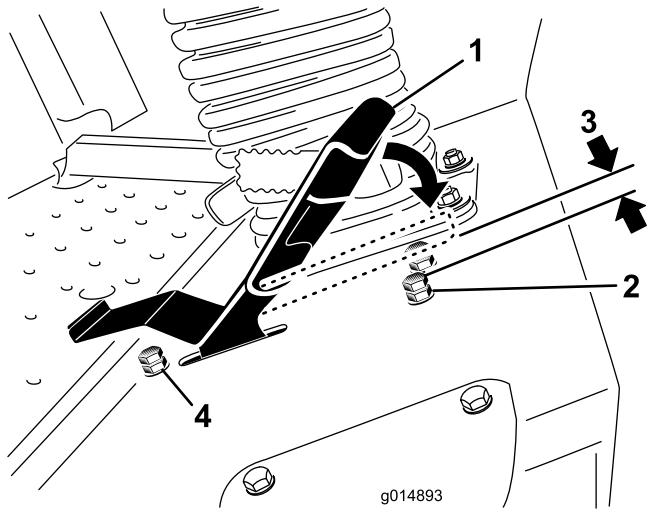

図 39
3. 走行ペダルのストップボルトについているジャムナットをゆるめる (図 39)。